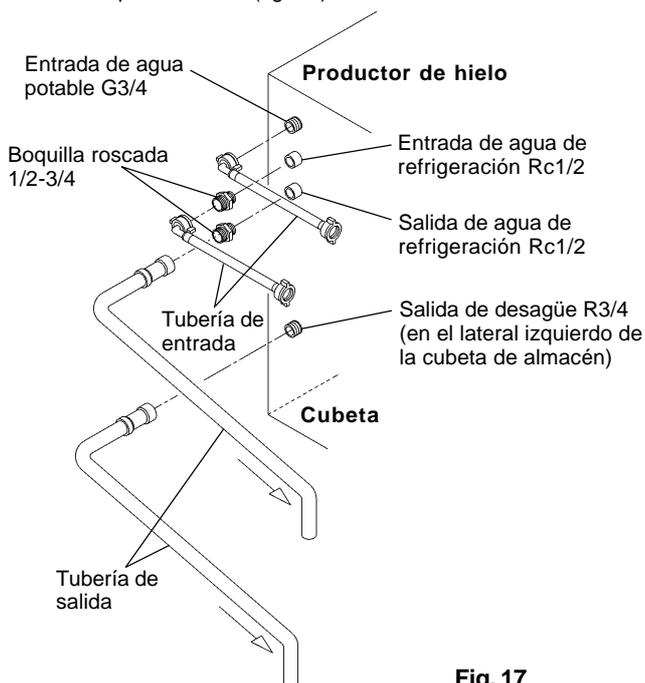

Fig. 17
[b] Conexiones con tuberías accesorias, según normativas distintas a la WRC (fig. 17)
- 2) Para las conexiones del condensador deben utilizarse las tuberías accesorias suministradas y realizarse las conexiones indicadas en los apartados 1) a 3) de la sección [a] anterior a los extremos libres de las boquillas 1/2-3/4 (fig. 17).